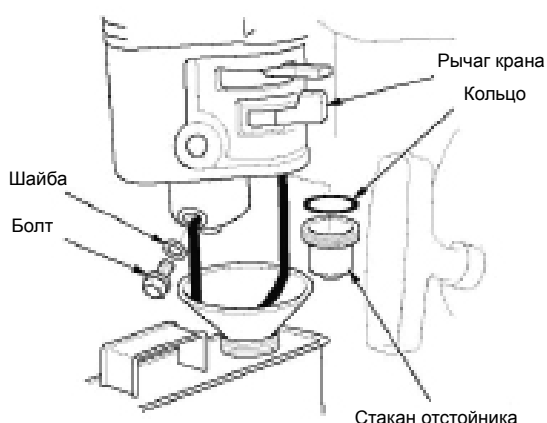

Рис.28
- Поместите подходящую емкость для топлива под карбюратор (Рис.28), и используйте воронку, чтобы не пролить топливо.